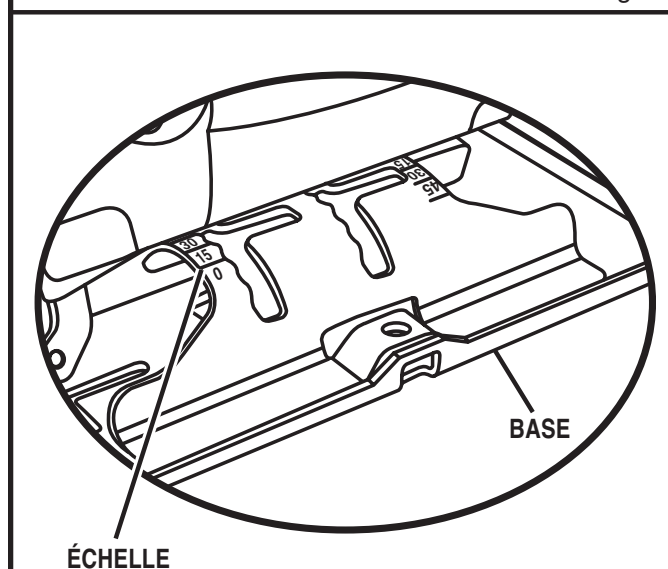

Fig. 7
- Une fois l'angle désiré obtenu, ramener la base en arrière jusqu'à ce que l'ergot du boîtier du moteur s'aligne sur l'encoche appropriée de l'arrière de la base. Voir la figure 7.